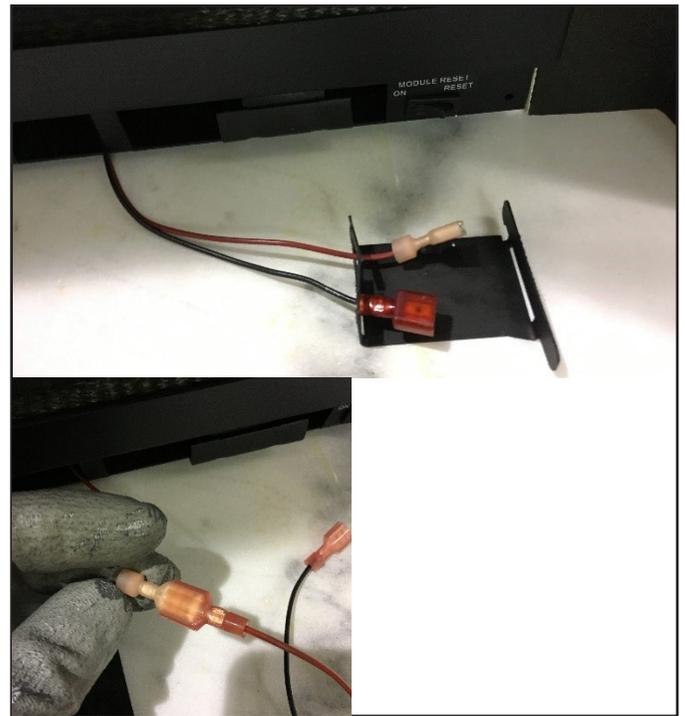

Figure 3.5
4. Connectez les fils du support (tablette) de piles au bloc-piles. Voir la Figure 3.5.